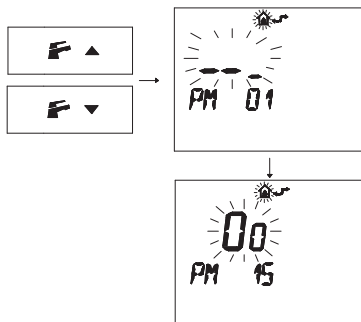

Рисунок 5.25
- Нажмите кнопку **F** ▼ или **F** ▲, чтобы вывести на дисплей параметр "PM15" для активации внешнего датчика (Рисунок 5.25).